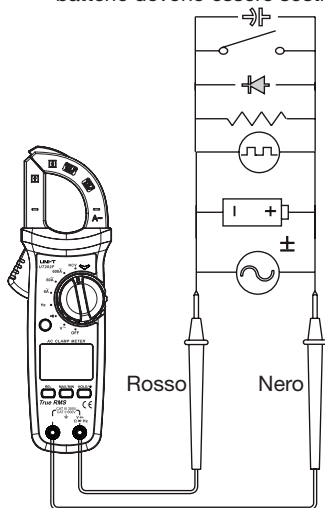

Fig. 1
1. Inserire la spina del cavo di misura nero nella boccola di misura "COM" e la spina del cavo di misura rosso nella boccola di misura "V/ Ω ". Orientarsi in base alla Fig. 1
2. Collegare entrambi i puntali di misura all'oggetto da misurare Fig 1.
2. Posizionare i puntali di misura sull'oggetto da misurare Fig. 1.